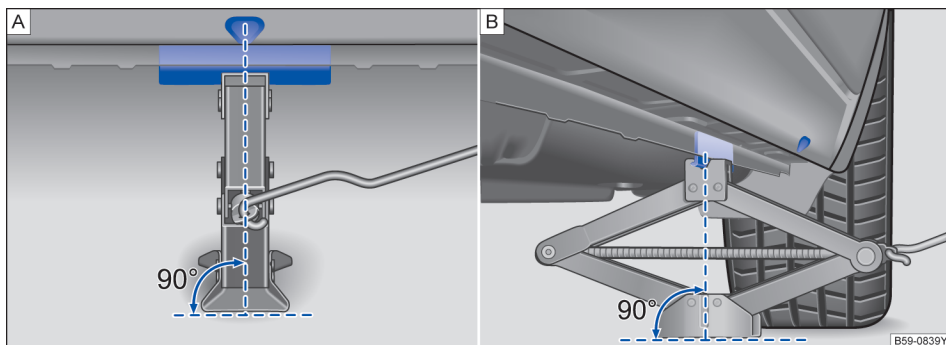
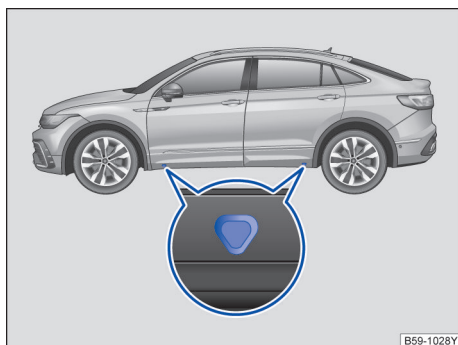

图 213 将千斤顶放在汽车左后侧
图 214 汽车千斤顶的支撑点
汽车千斤顶只允许放置在图示支撑点（车身上的标记）处→图 214 或 →图 213。在每个车轮旁都有相应的支撑点 →⚠。
5. 找到汽车千斤顶的支撑点（标记位于车身上）→图 214
8. 调准汽车千斤顶，同时继续摇高千斤顶卡爪，直到卡爪抓住汽车下面→图 213 的棱边 →⚠。